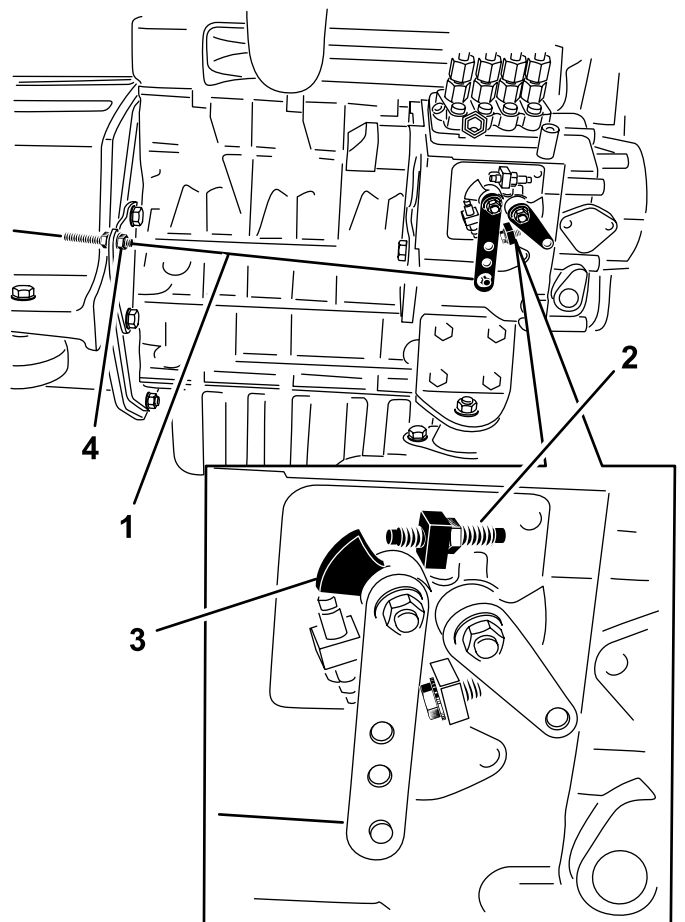

图33
2. 检查燃油喷射泵上速度控制杆的位置。当油门控制杆位于快速卡槽位置时速度控制杆应与高速螺丝接触 图33。
3. 如果必要请调节油门控制拉索上锁紧螺母的位置直到当油门控制杆位于快速卡槽位置时速度控制杆应与高速螺丝接触 图33。